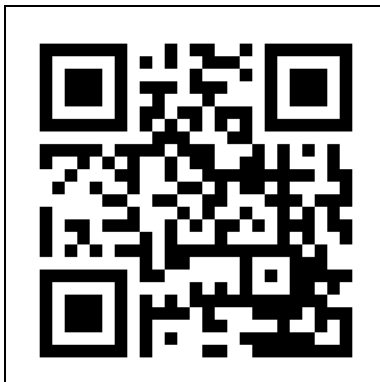

Figure 17
1. Ouvrez le manuel de l'application Eurom Smart avec le code QR (figure 17) ou allez sur www.eurom.nl/nl/manuals.
5. Retirez les piles de la télécommande (figure 17).